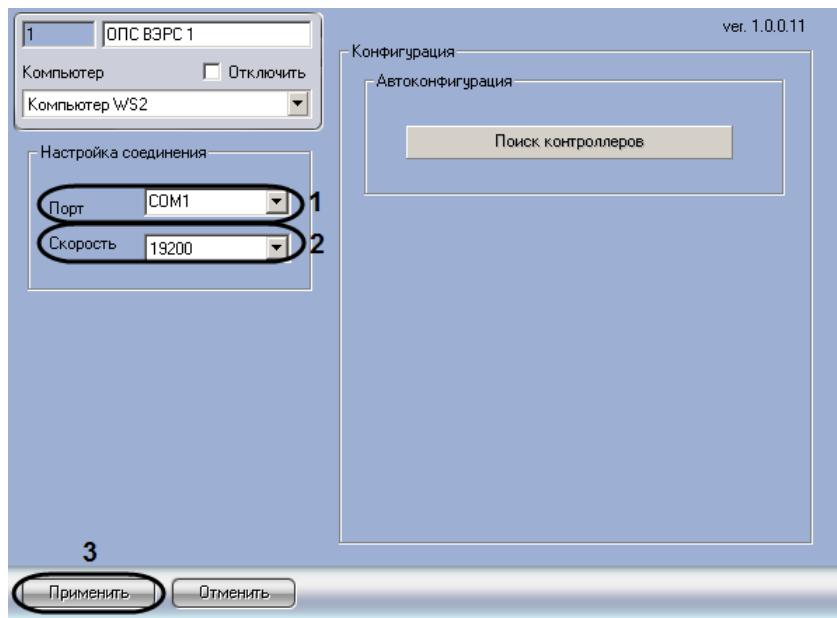

Рис. 3.2—2. Настройка подключения ОПС ВЭРС-ПК24мм
2. Из раскрывающегося списка **Порт** выбрать СОМ-порт подключения *ОПС ВЭРС-ПК24мм* (см. Рис. 3.2—2, 1).
3. Из раскрывающегося списка **Скорость** выбрать значение скорости передачи данных по СОМ-порту в Бит/с (см. Рис. 3.2—2, 2).